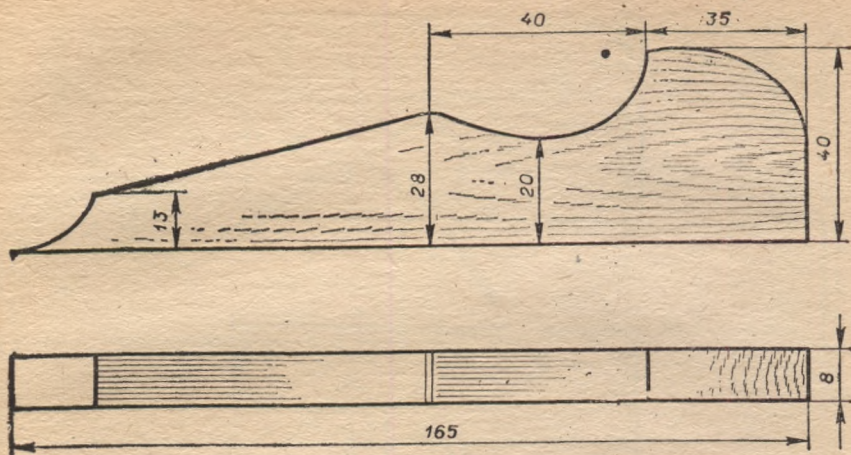

Рис. 151. Клин.
10. Изготовить и подогнать клин (рис. 151).